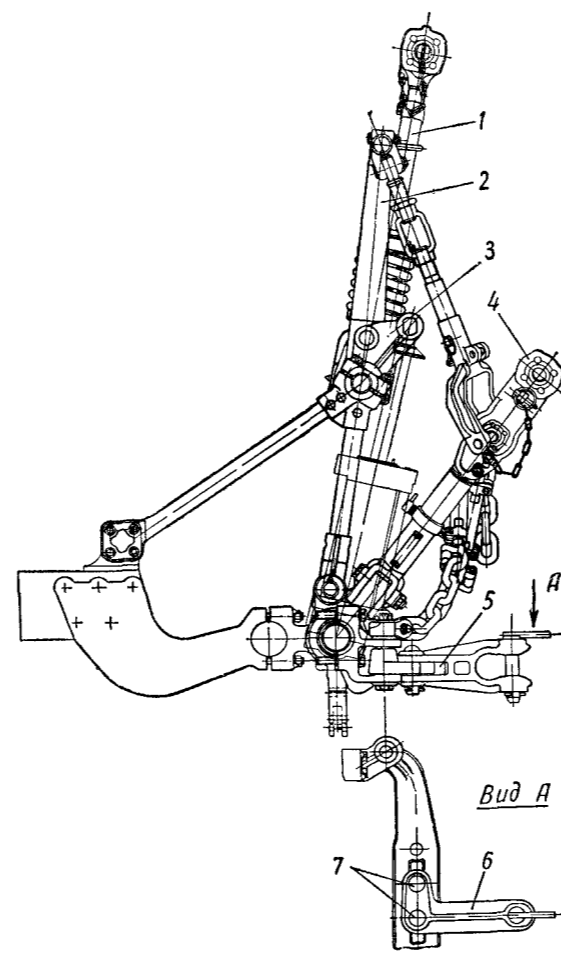

Рис. 51. Установка прицепного устройства:
- 4) установить прицепное устройство (рис. 51) в комплекте с упряжной скобой и прикрепить его пальцами к задним вилкам бугелей; при этом передние концы ограничительных цепей закрепить на пальцах сверху вилок бугелей.